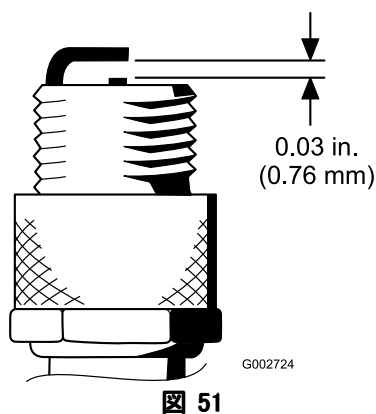

図 51
4. エア・ギャップを 0.76mm に調整する (図 51)。